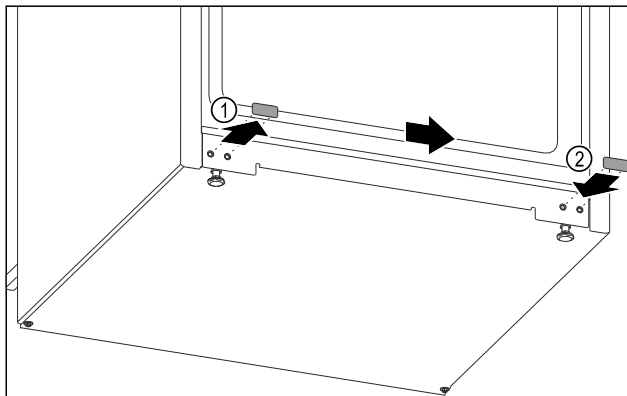

Fig. 12
- Retirer le cache de recouvrement. Fig. 12 (1)
- Placer le cache de recouvrement du côté opposé. Fig. 12 (2)